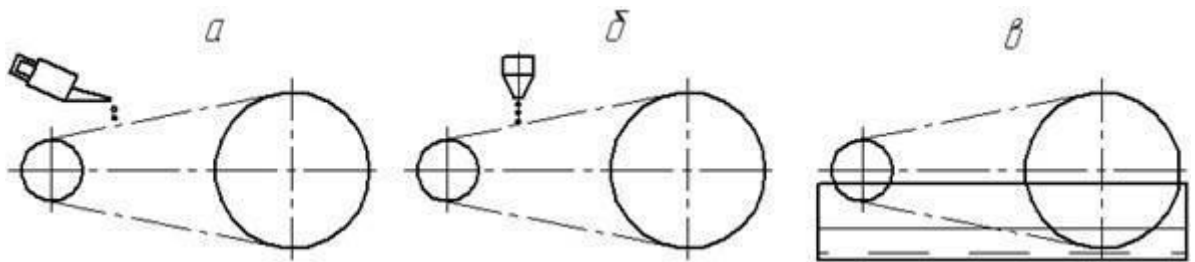

Рис. 4. Схеми способів мащення
- за способом мащення: періодичний (рис.4а); краплинний (рис.4б) і у масляній ванні (рис.4в);